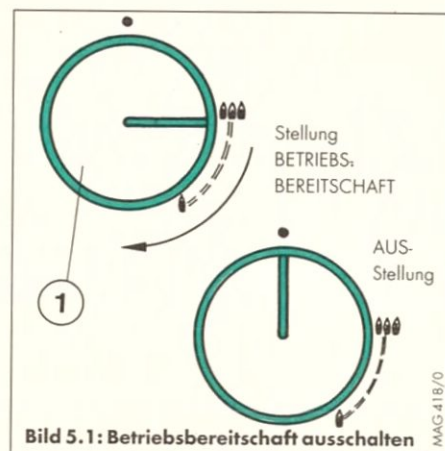

Bild 5.1: Betriebsbereitschaft ausschalten
5.1 Betriebsbereitschaft ausschalten (Bild 5.1)